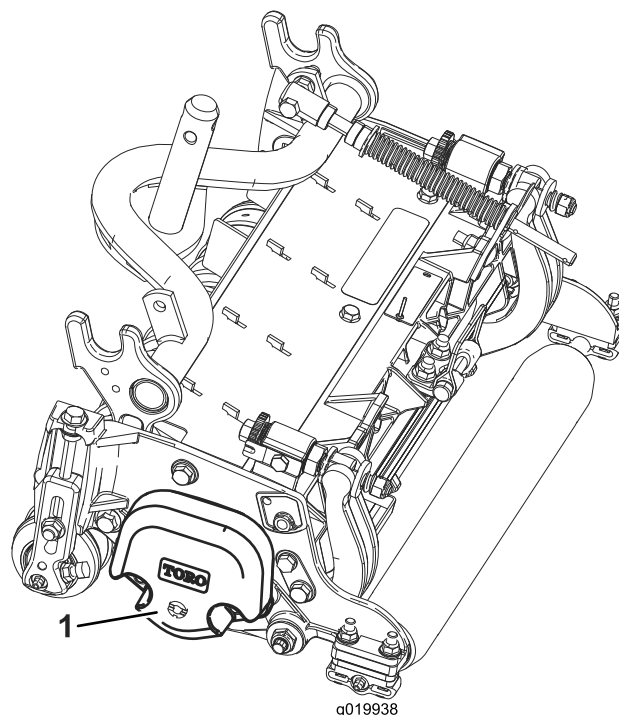

Figura 3
5. Asegúrese de que el contrapeso (Figura 3) está instalado en el extremo correcto de la unidad de corte, según lo indicado en el *Manual del operador* de la unidad de corte.